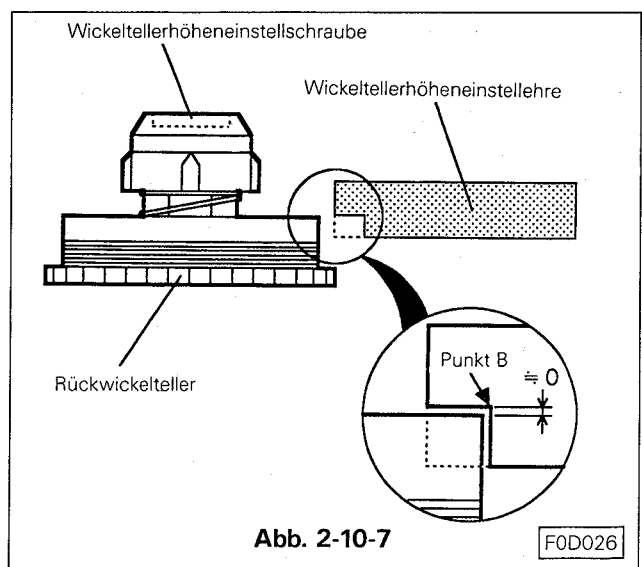

Abb. 2-10-7
- K. Die Lehre vorsichtig um Punkt A mit der Makierung SP zum Rückwickelteller bewegen. Die Ausparung B an der Lehre bestimmt die Höhe des Wickeltellers. (Siehe Abb. 2-10-7)
- L. Die Höhe des Wickeltellers kann über die Schraube in der Mitte an der Oberseite des Wickeltellers eingestellt werden. Für die Einstellung den Wickelteller festhalten. (Siehe Abb. 2-10-7)